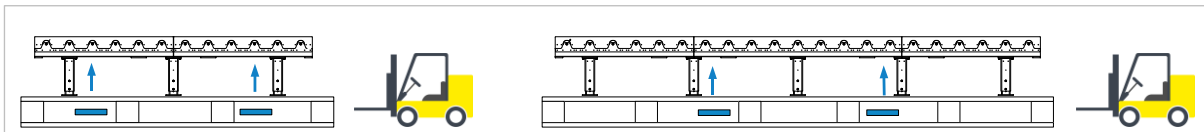

Abbildung 5: Herunterheben vom Transportfahrzeug mit Gabelstapler
- Die entsprechend eingestellten Gabeln mittig an den in ⇨ Abbildung 5 gekennzeichneten Stellen der Frachtpalette zuführen und vorsichtig um wenige Zentimeter anheben. Rollenbahn inklusive Palette behutsam und gleichmäßig vom Lastwagen heben und den allgemeinen Sicherheitsbestimmungen entsprechend zum gewünschten Aufstellort transportieren.